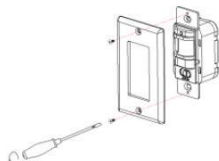

FIGURA 1
- Desatornille dos clavos en la placa frontal y retire la placa frontal (consulte la figura 1)